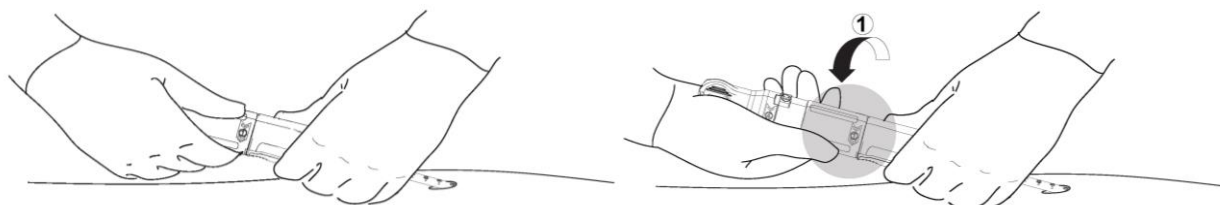

Figure 12. Étape 1 de l'actionnement du dispositif de fermeture PerQseal® (retrait de la gaine de l'implant).
Saisir l'extrémité distale du manche du dispositif de fermeture PerQseal® (extrémité la plus proche du patient). Stabiliser le dispositif dans une position en appuyant la main contre le patient, Figure 12.
- a. Placer la main sur la came de la gaine (« 1 ») et tourner à 180° la partie rotative dans la direction indiquée de façon à aligner les points. Lors de la rotation, veiller à ce que la main tenant la partie distale du manche reste fixe et à ce que le manche reste immobile, Figure 12. L'implant est maintenant exposé à l'intérieur de l'artère.